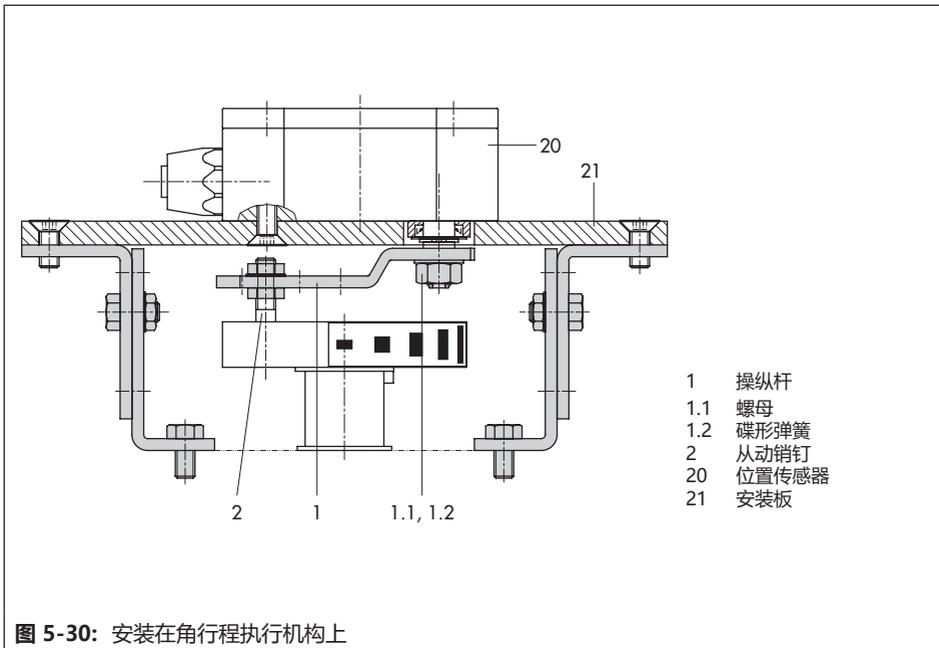

图 5-30: 安装在角行程执行机构上
2. 使用螺钉将位置传感器 (20) 固定到支架 (21) 上。
3. 从附件中选择 S 操纵杆 (1) 并将从动销钉 (2) 用螺钉固定到销钉位置 17 的孔内。将操纵杆 (1) 和碟形弹簧 (1.2) 放置在传感器轴上。将操纵杆放置在中间位置并将其固定到位。拧上螺母 (1.1)。
4. 将从动夹具 (3) 放置在阀杆接头上, 呈直角对齐并用螺钉固定。
5. 将带有位置传感器的支架 (21) 放置在阀门支架上并用螺钉固定, 确保从动销钉 (2) 滑入从动夹具 (3) 的凹槽中。
- 请参见图 5-30。
1. 将操纵杆 (1) 放置在位置传感器的中间位置并将其固定到位。松开螺母 (1.1) 并将操纵杆与碟形弹簧 (1.2) 从传感器轴上卸下。
2. 使用螺钉将位置传感器 (20) 固定到安装板 (21) 上。
3. 将通常连接于操纵杆 (1) 上的从动销钉 (2) 更换为附件中的金属从动销钉 ($\varnothing 5 \text{ mm}$), 并将其用螺钉固定到销钉位置 90° 的孔中。